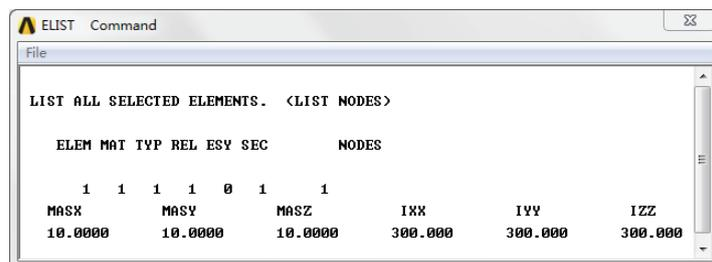

图 5-60 关键点单元属性列表信息
(6) 列表检查单元属性。选择【Utility Menu】/【List】/【Elements】/【Nodes + Attributes + Realconstants】命令，弹出列表检查信息，如图 5-60 所示。